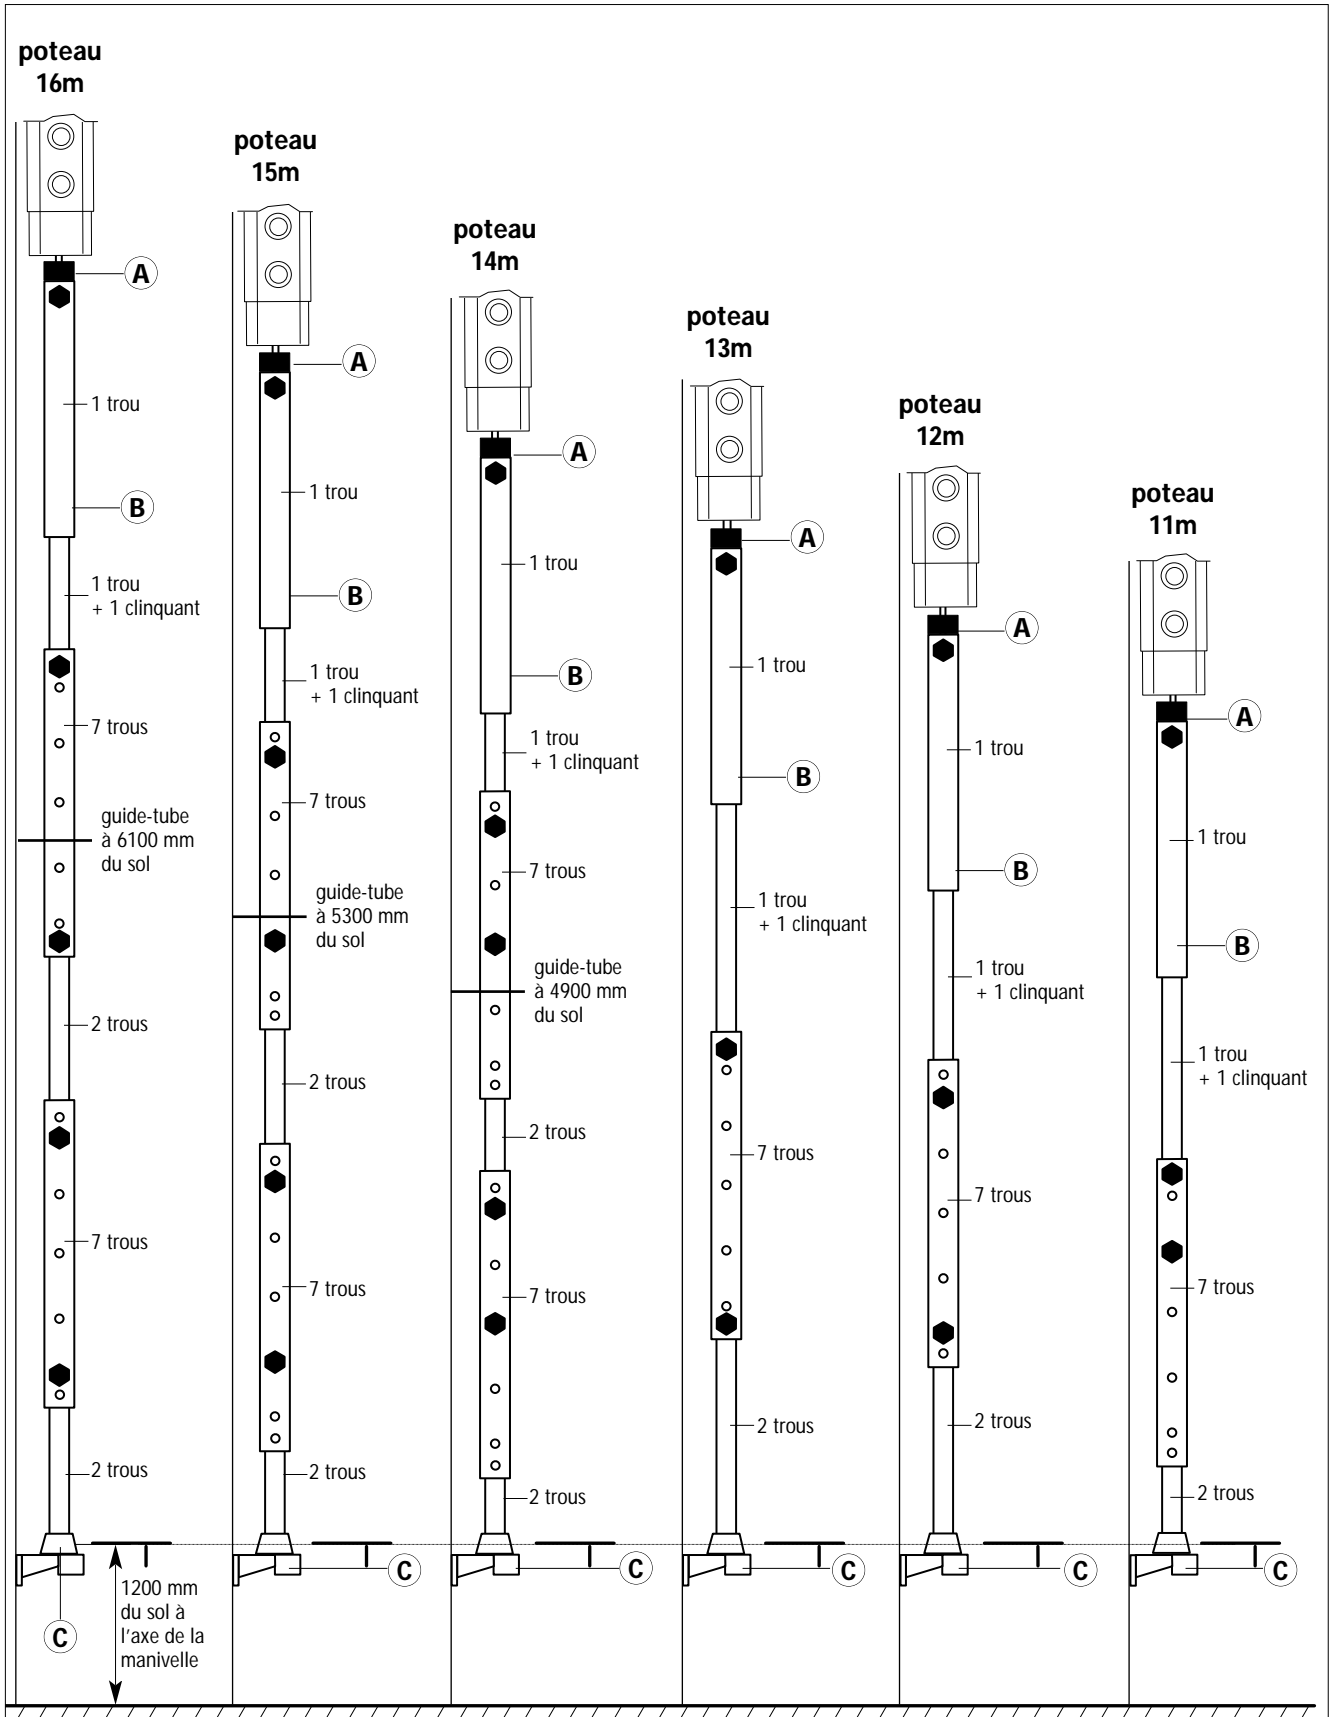

fig. 17
La tringlerie rotative est télescopique. Elle est composée de tubes carrés s'emboîtant les uns dans les autres (fig. 17).
La tringlerie standard (supports de 11 à 13m) est constituée de 4 tubes. Pour les supports de 14 à 16m, un complément de tringlerie (2 tubes) plus un guide tube sont nécessaires (fig.17 page 9) .
- Fixer le plastron de commande à 1200mm (fig.17) du sol à l'aide des fixations prévues à cet effet (voir feuille en annexe sur les différentes fixations).